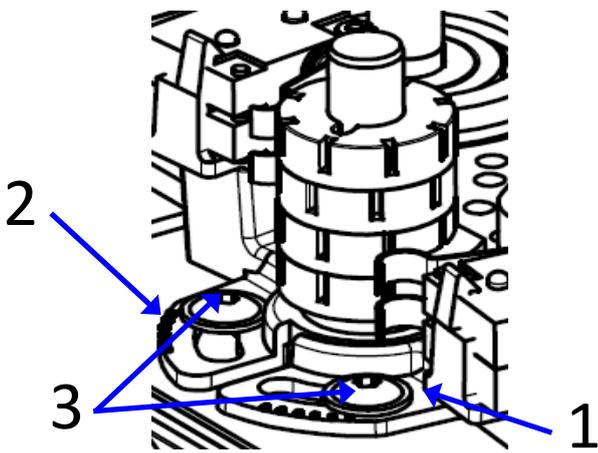

Figura 14: Soportes que sujetan los interruptores **PSQ103-1503**
- Afloje los tornillos de ajuste de torsión (Figura 14, elemento 3) y gire los soportes del interruptor a la posición deseada.